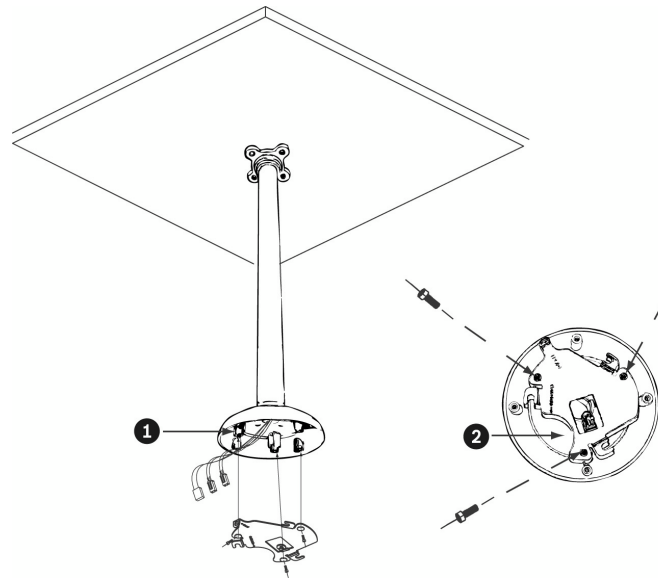

Figura 6.10 Acoplamiento de la placa de montaje a la tapa del domo
10. Acople la placa de montaje (suministrada con el domo) a la tapa de montaje del domo con los tres (3) tornillos proporcionados. Asegúrese de que el extremo frontal de la placa de montaje, como se indica en la placa, está atornillado en la primera rosca frontal, como se muestra en la *Sección Figura 6.10 Acoplamiento de la placa de montaje a la tapa del domo, Página 31*.